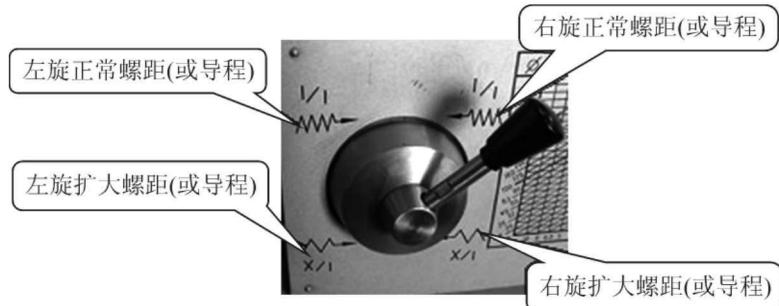

图 1-1-3 加大螺距及左、右螺纹变换手柄
(2) 加大螺距及左、右螺纹变换手柄：主轴箱正面左侧的手柄 3 是加大螺距及螺纹左、右旋向变换时使用，它有 4 个挡位，如图 1-1-3 所示。纵向、横向进给车削时，一般放在右上挡位。